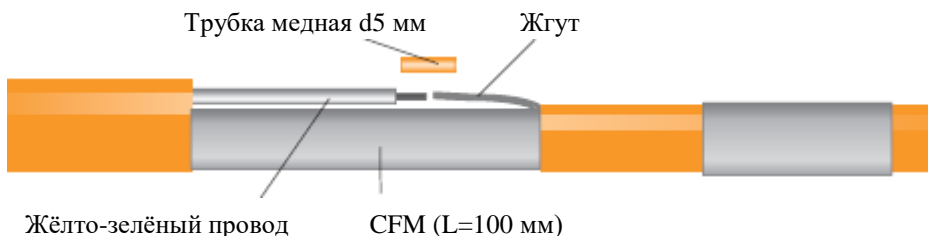

Рисунок 7
**3.10.** На место соединения надвинуть термоусадочную трубку CFM 19/6 длиной 100 мм, при этом жгут из экранирующей оплётки и жёлто-зелёный провод вывести из торцов (Рисунок 7). Усадить трубку CFM (температура гарантированной усадки от 1200С до 1700С). Жёлто-зелёный провод соединить со жгутом, при помощи медной трубки d5 мм и обжать.